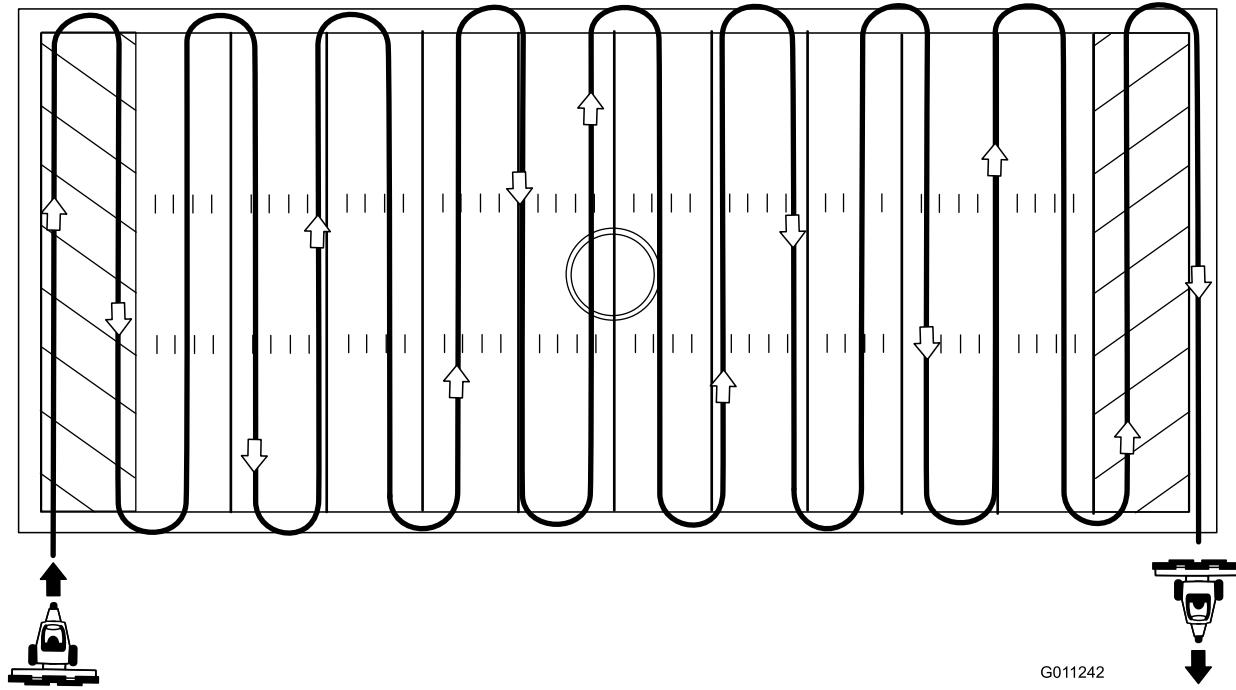

Figura 13
- En Figura 13 se muestra el patrón recomendado para acondicionar campos deportivos.